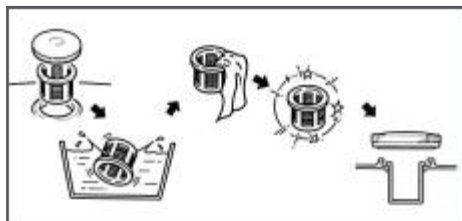

Рис.4
- выньте фильтрующую сеточку и осмотрите. При необходимости промойте ее бензином или очистите сжатым воздухом (Рис.4);